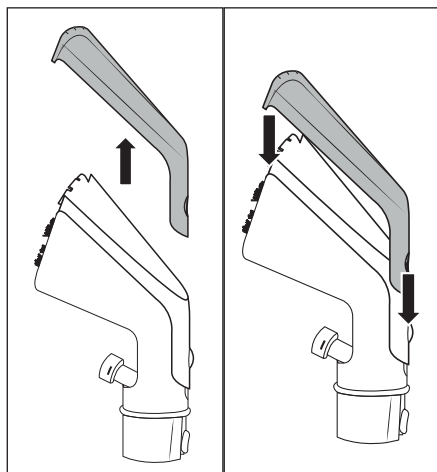

Fig. 9
- ◆ Appuyez sur la touche de verrouillage 24 située sur le cache de l'embout de nettoyage 23 et retirez le cache de l'embout de nettoyage 23 (voir fig. 9).
- ◆ Placez le cache de l'embout de nettoyage 23 sur l'embout meubles 22 et poussez-le vers le bas jusqu'à ce que la touche de verrouillage 24 s'enclenche dans l'embout meubles 22 (voir fig. 9).